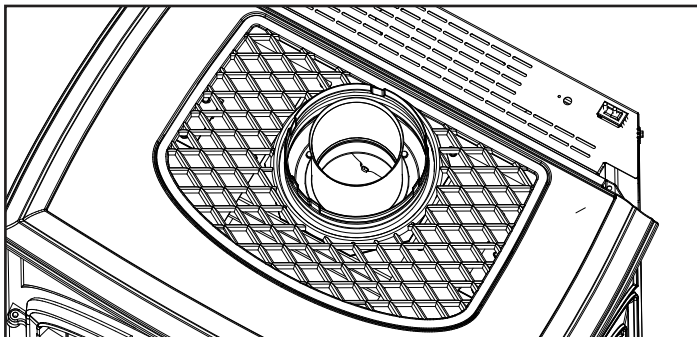

Figure 6.1
1. Enlevez la grille supérieure, comme indiqué à la figure 6.1.